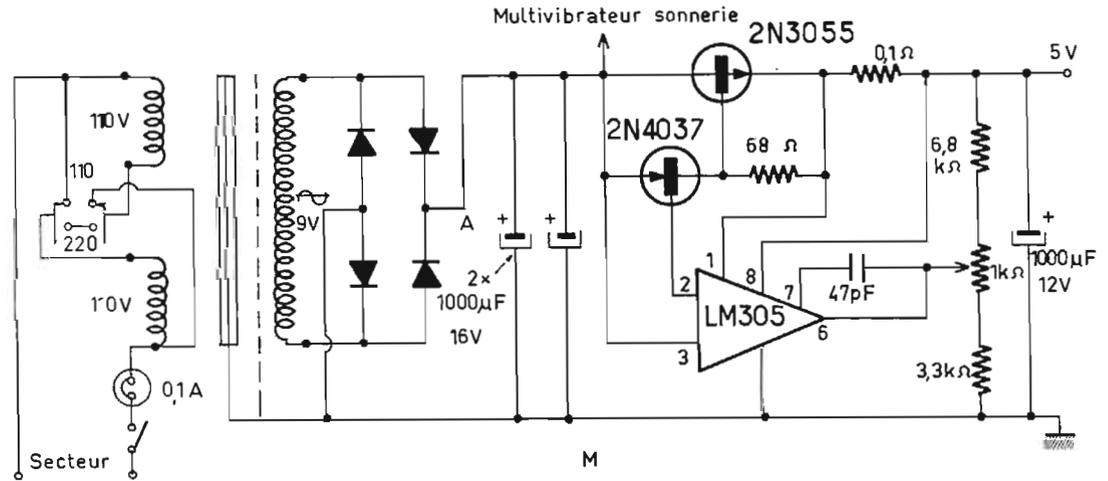

Fig. 14
7. Alimentation : Alimentation basse tension (Fig. 14)